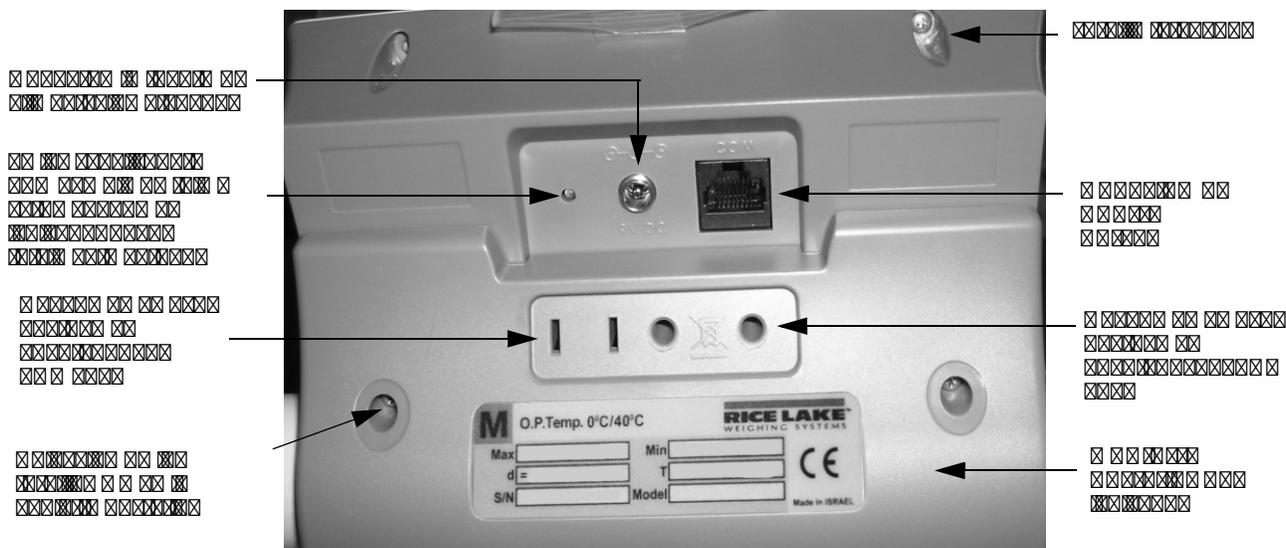

Figura 2-5. Ubicación de la luz señalizadora LED
La Báscula Digital de Sillas de Ruedas con Asiento tiene un adaptador 120 Vca o 230 Vca para uso cuando hay una fuente de alimentación eléctrica fácilmente disponible. El adaptador se enchufa en la cubierta trasera del indicador como mostrado en la Figura 2-5.
Cuando no está en uso, el adaptador c.a. se enchufa en la cubierta trasera del indicador. La Figura 2-5 muestra esa ubicación.
1. Destornillen los cuatro tornillos de la cubierta posterior, remuevan la cubierta posterior, y mantengan los tornillos en un lugar seguro junto con la cubierta. La Figura 2-5 muestra la ubicación de los tornillos.